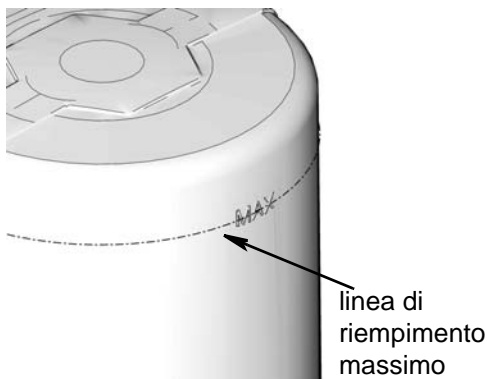

FIG. 14
- Non riempire troppo (FIG. 14).